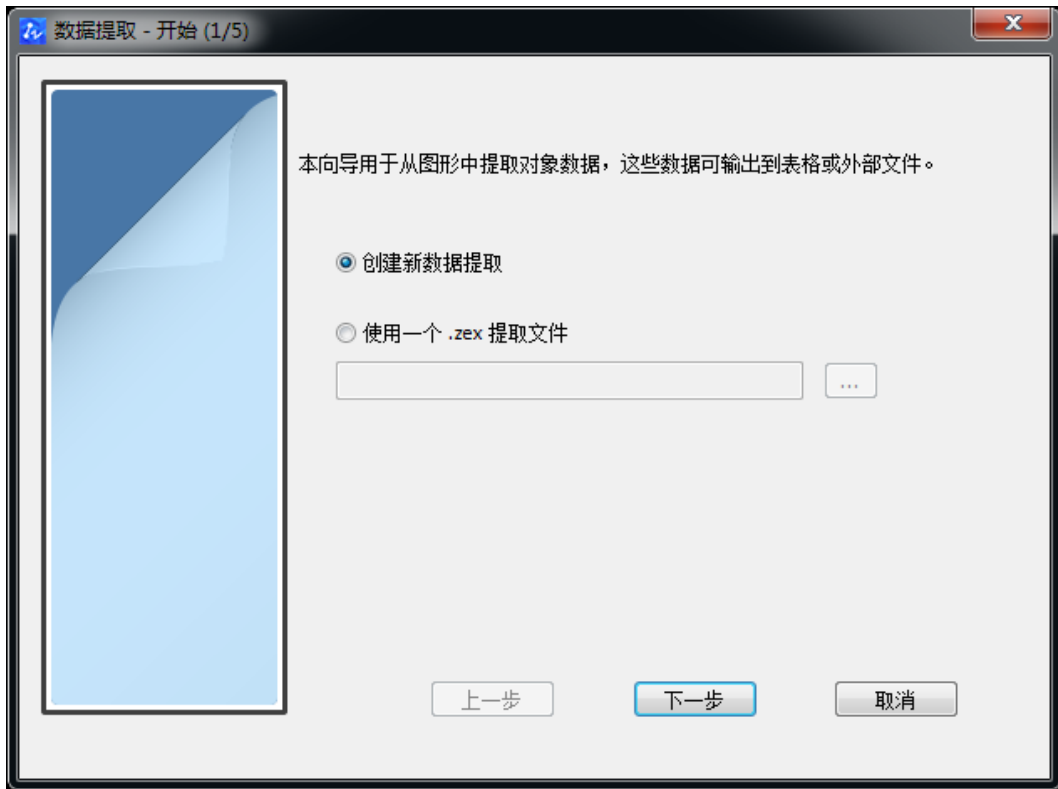

图 9-37 “数据提取-开始”对话框
a) 执行 Dataextraction 命令,弹出“数据提取-开始”对话框,如图 9-37 所示。选择“创建新数据提取”,再点【下一步】按钮。